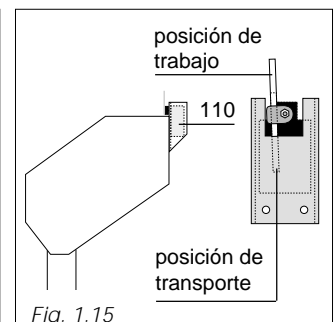

Fig. 1.15
- Montar los anticaidas BLOCSTOP BSO-500 (108) por medio de los tornillos (h).
- Montar los detectores (110) y sus soportes, como se incide en (Fig. 1.15). Algunas veces, para facilitar el transporte, los soportes se entregan montados al revés, colocarlos en posición de trabajo. Conectar los detectores a los aparatos TIRAK.